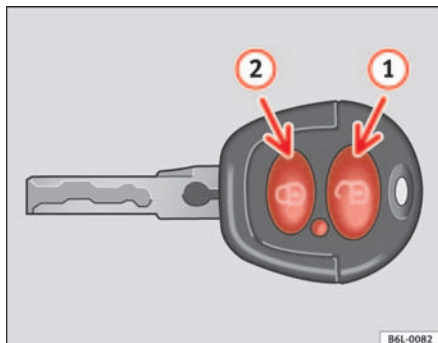
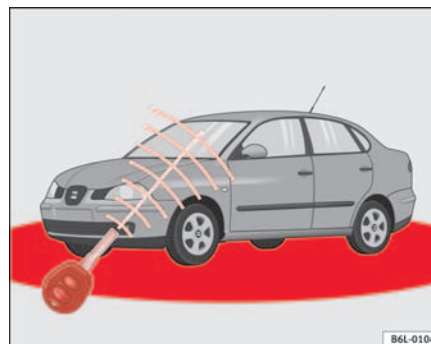

Fig. 48 Affectation des touches de la clé à radiocommande
Fig. 49 Périmètre d'action de la radiocommande
La portée (zones rouges) ⇒ fig. 49 de la télécommande est montrée par la figure. La portée maximale dépend de plusieurs circonstances.
Pour **ouvrir**, diriger la clé, dans la zone de portée, vers le véhicule et appuyer brièvement sur la touche d'ouverture (2) ⇒ fig. 48 (2). Les clignotants cligno- ▶
tent deux fois. Pour **fermer** le véhicule, appuyer brièvement sur la touche de fermeture  ⇒ fig. 48 . Les clignotants clignotent une fois.
Appuyer **deux fois** sur la touche de fermeture  ⇒ page 83, fig. 48 , pour désactiver le dispositif de sécurité de fermeture (double fermeture) et l'alarme volumétrique*, l'alarme périmétrique* reste activée, le témoin reste allumé.
En appuyant une fois sur la touche  ⇒ page 83, fig. 48 , seule la porte du conducteur s'ouvrira, et les autres portes resteront fermées.
Appuyez deux fois sur la touche  ⇒ page 83, fig. 48  pour déverrouiller toutes les portes.
- La radiocommande fonctionne uniquement lorsque vous vous trouvez dans le périmètre d'action ⇒ page 83, fig. 49 (zone rouge).
- Utilisez les deux clés livrées avec le véhicule, la clé pourvue d'une radiocommande et la clé conventionnelle ⇒ page 83, fig. 48 ⇒ page 83, fig. 49.
- Maintenir en même temps appuyée la touche  ① de la clé à radiocommande.